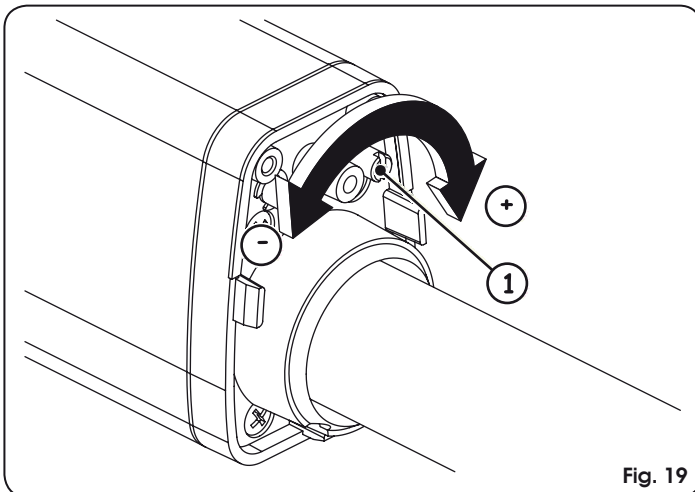

Fig. 19
- Die Einstellung des Endschalters beim Schließen FCC erfolgt durch die Einstellschraube, Abb. 19 Bez. ①: im Uhrzeigersinn drehen, um den Hub des Schafts zu erhöhen, im Gegenuhrzeigersinn, um den Hub zu verringern.